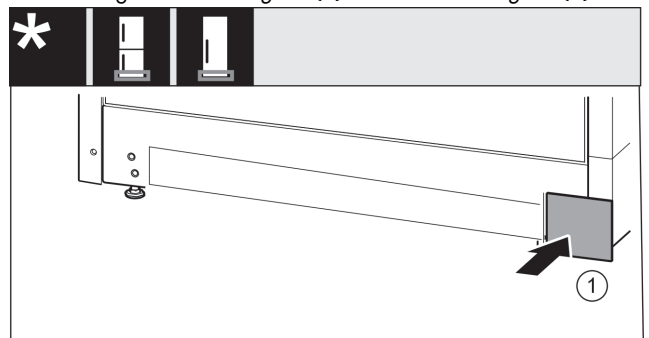

Fig. 22
- ▶ Tegye vissza a fedelet Fig. 22 (1) a másik oldalra.